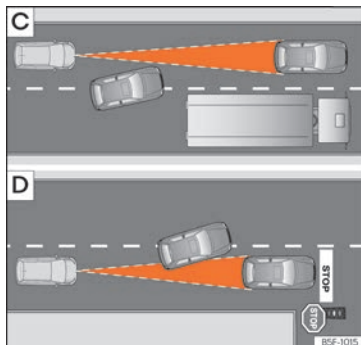

Abb. 183 **C** Fahrspurwechsel eines anderen Fahrzeugs. **D** Abbiegendes und weiteres stehendes Fahrzeug.
- Fahrzeuge, die in geringem Abstand auf die eigene Fahrspur wechseln » » **Abb. 183** **C**.
ACC reagiert nicht auf stehende Fahrzeuge. Wenn z. B. ein von ACC erfasstes Fahrzeug abbiegt oder ausschert und sich vor diesem Fahrzeug ein stehendes Fahrzeug befindet, reagiert ACC nicht auf das stehende Fahrzeug »» **Abb. 183** .